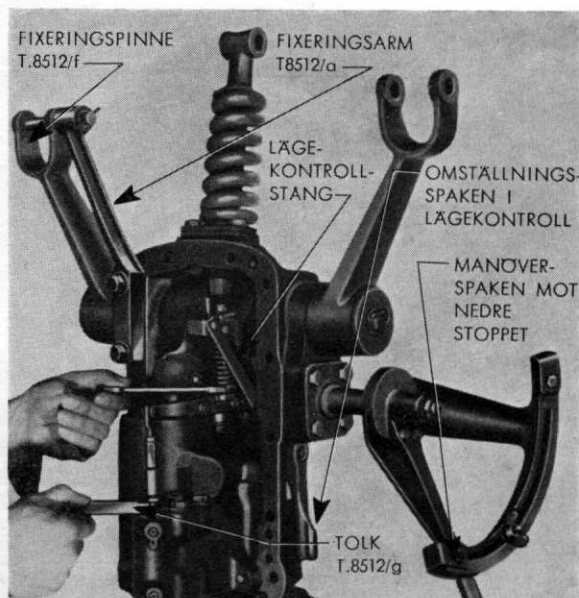

Fig. 14. Justering av lägekontrollens regleringsarmar.
3. Håll fast låsmuttern på lägekontrollstängens regleringsventilens stäng och vrid stängens till dess Lägekontrolländen av justermåttet precis passar in mellan regleringsventilen och bakre änden av ventilens bussning. Fig. 14.